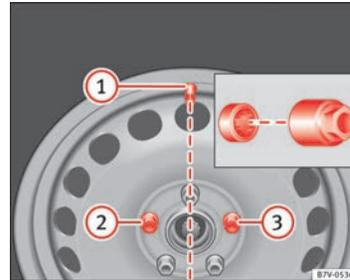

Fig. 184 Changement de roue : valve du pneu ① et emplacement du boulon antivol de la roue ② ou ③.
Avant de poser l'enjoliveur intégral, le boulon antivol de la roue doit être vissé dans la position ⇒ fig. 184 ② ou ③. Sinon vous ne pourrez pas monter l'enjoliveur intégral.
Pressez l'enjoliveur intégral contre la jante en veillant à ce que le trou de la valve coïncide avec la valve du pneu ⇒ fig. 184 ①. Assurez-vous que l'enjoliveur soit correctement emboîté sur tout son périmètre. ■
Sur des roues avec enjoliveur intégral, le boulon antivol de la roue doit être vissé dans la position ⇒ fig. 184 ② ou ③. Sinon vous ne pourrez pas monter l'enjoliveur intégral. ▶
- Vissez le boulon antivol de la roue avec l'adaptateur en position ⇒ fig. 184 ② ou ③ dans le sens des aiguilles d'une montre et serrez-le légèrement.